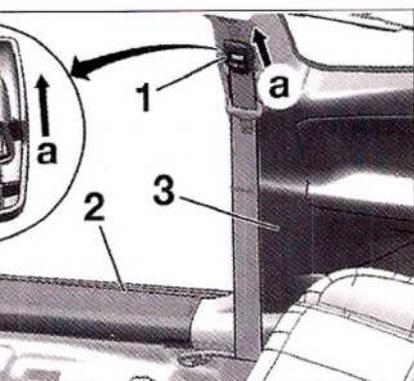

FIG. 15
... en (A) el botón de reglaje (1) (Fig.15).